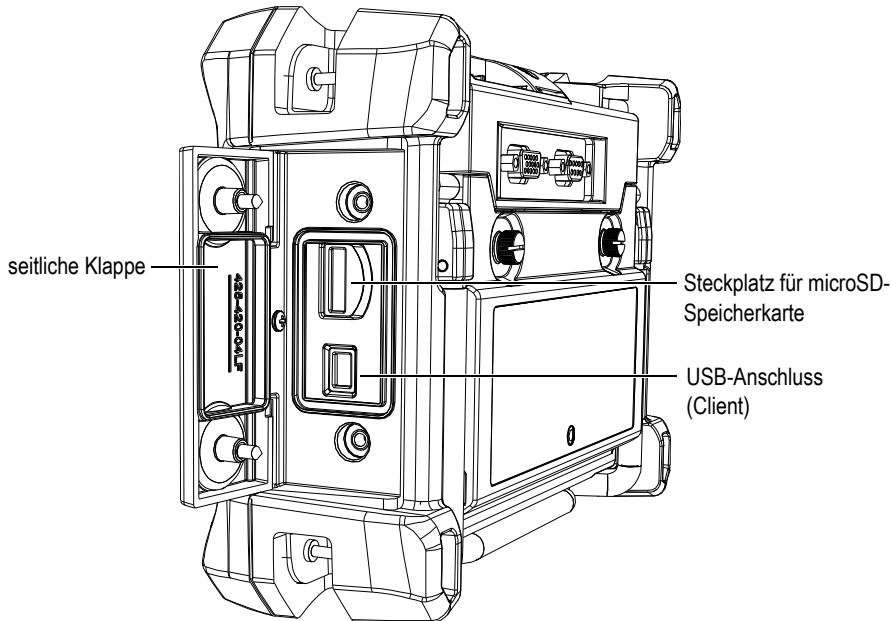

Abbildung 8-5 Anschlüsse hinter der seitlichen Klappe
1. Stellen Sie sicher, dass sich eine microSD-Speicherkarte im Steckplatz hinter der seitlichen Klappe des Magna-Mike 8600 befindet (siehe Abbildung 8-5 auf Seite 158).